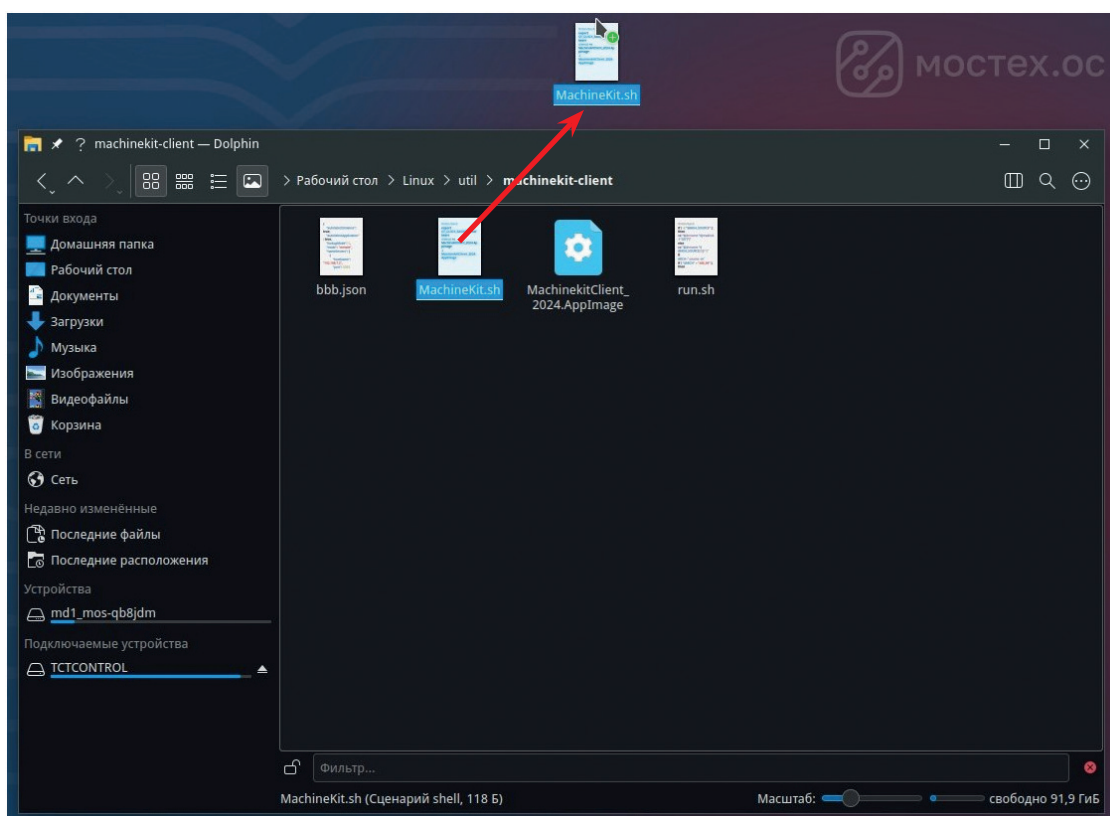

Рис. 18
- Нажмите левой кнопкой мыши файл **MachineKit.sh** и перетащите его на Рабочий стол ПК (рис. 18).